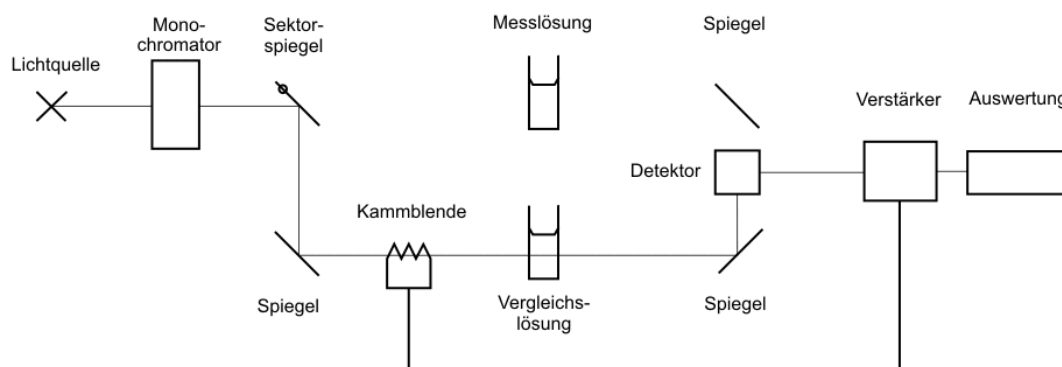

Abb. 2.1: Strahlengang eines Zweistrahlphotometers. Es gibt auch Bautypen mit 2 Detektoren. Quelle: wikipedia.org (verändert)
Bei Zweistrahlphotometer gibt es verschiedene Bauprinzipien, die sich jeweils deutlich unterscheiden. Ein häufiger Typ unter den **Zweistrahlphotometer** besitzt nur einen Detektor: Durch einen rotierenden Spiegel (**Sektorspiegel, chopper**), bei dem einige Sektoren durchlässig und die anderen Sektoren die Strahlung spiegeln, ist es möglich, abwechselungsweise einen der beiden Lichtstrahlen zu messen (vgl. Abb. 2.1). Es gibt allerdings auch Zweistrahlphotometer mit zwei getrennten Detektoren für Referenz und Probe.
2.1 Vervollständigen Sie in Abb. 2.1 den Strahlengang, wenn der Lichtstrahl durch die Messlösung fällt.